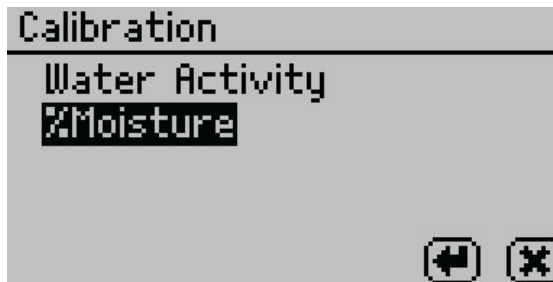

Figure 21 List of calibration types
3. Chọn **%Moisture** từ danh sách của màn hình **Calibration** (Figure 21).